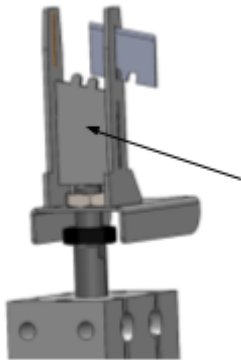

Figure 13
Étape 5 : Dès que le porte-lame est détaché, la gâche descend, permettant de faire glisser la lame sur la face latérale (figure 13).